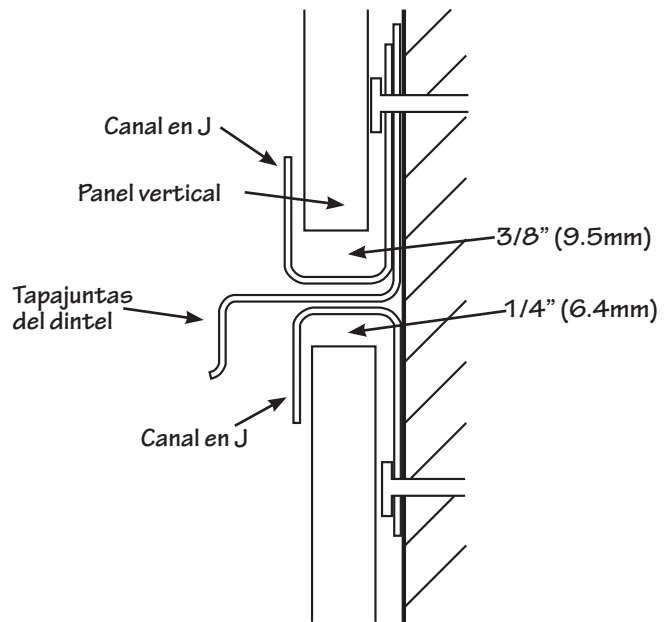

Figura 58.
- Si se necesita más de una hilera para abarcar la altura de la casa, termine la primera hilera en un canal en J invertido (Figura 58), dejando 1/4" (6.4mm) para la dilatación. Instale el tapajuntas del dintel en la parte superior del canal en J e instale un segundo canal en J orientado hacia arriba. Comience la segunda hilera dejando un espacio libre de 3/8" (9.5mm) de la parte inferior del panel al canal en J.